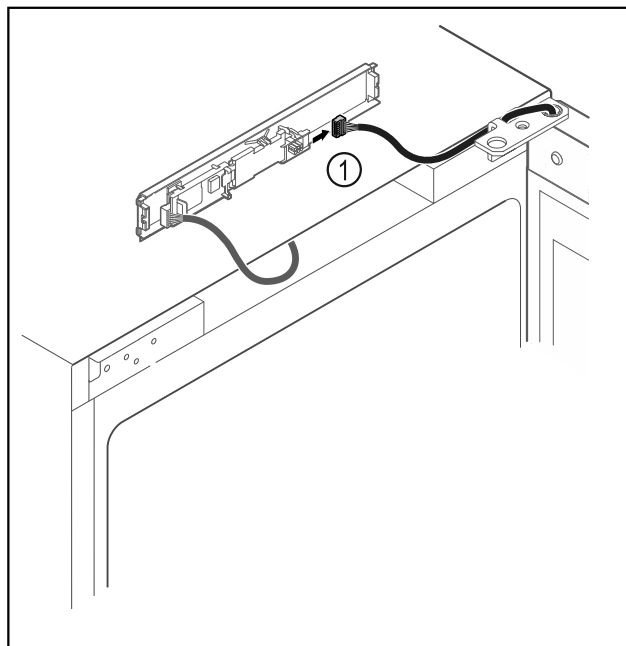

Fig. 13
- ▶ Отсоедините штекер Fig. 13 (1) от панели.